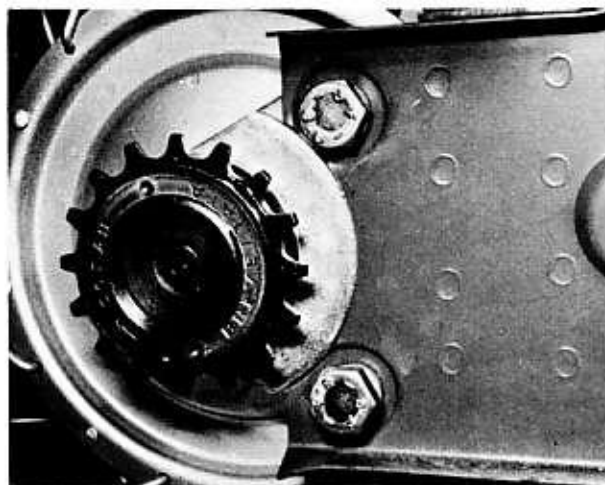

Bild 55
- Die drei Motorbefestigungsschrauben (zwei vorn, eine hinten) lockern und den Motor so weit als möglich nach hinten verschieben, damit der Keilriemen von der hinteren Keilriemenscheibe abgenommen werden kann. Den Bremszug vom Hinterrad lösen. Die Hinterradnabe ist an jeder Seite mit je zwei Schrauben am Rahmen befestigt (Bild 55). Die Schrauben entfernen und das Rad nach hinten ziehen. Beim Ausbauen des Rades nach unten muss die Nabe von der linken Seite gesehen im Uhrzeigersinn gedreht werden, damit sie am vorstehenden Ende des linken Rahmentails vorbeikommt.